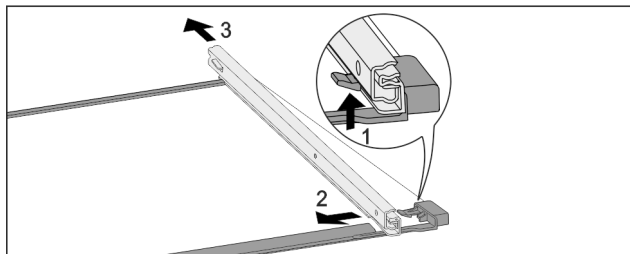

Fig. 191 Стъклена плоча с релси
- ▶ Натиснете нагоре предните фиксиращи палци. Fig. 191 (1)
- ▶ Плъзнете изтеглящата релса настрани Fig. 191 (2) и назад Fig. 191 (3).